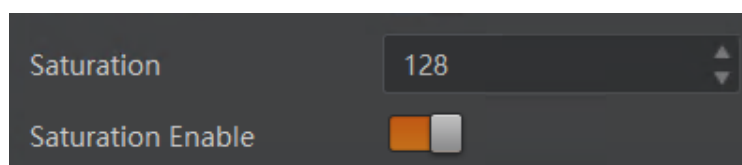

图7-28 调节饱和度
2. 调节 *Saturation* 参数的数值，范围为 0 ~ 255，如图 7-28 所示。